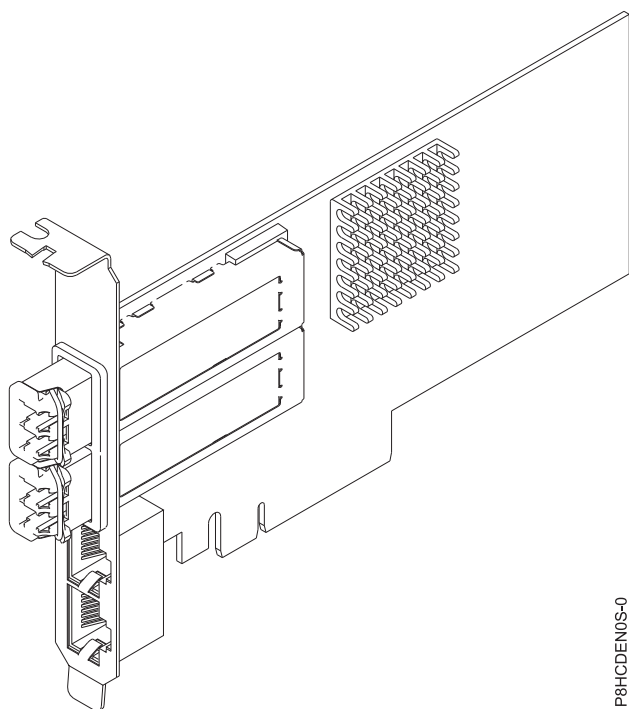

図 31. FC EN0S アダプター
この 4 ポート・アダプターは、2 個の 10 Gb スモール・フォーム・ファクター・プラグ可能 (SFP+) 光 SR トランシーバー・ポートと 2 個の 1 Gb RJ45 イーサネット・ポートを提供します。2 個の 10 Gb SR ポートは、リトル・コネクタ (LC) 二重タイプ・コネクタを備えています。光トランシーバーは、短波レーザー光学を使用し、LC コネクタ付きの MMF-850nm ファイバー・ケーブルで接続されます。光ケーブルについて詳しくは、103 ページの『ケーブル』を参照してください。各 10 Gb ポートは公称データ速度 10 Gbps (G ビット/秒) のイーサネット接続を提供します。102 ページの図 31 は、FC EN0S アダプターを示しています。